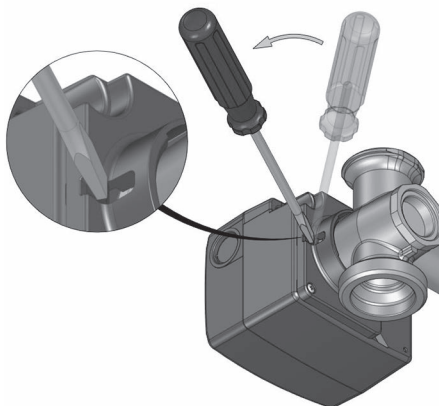

Fig. 13
1. Retirer le moteur de la vanne mélangeuse à la main. Utiliser un tournevis plat si nécessaire et le positionner comme indiqué sur la fig. 13.